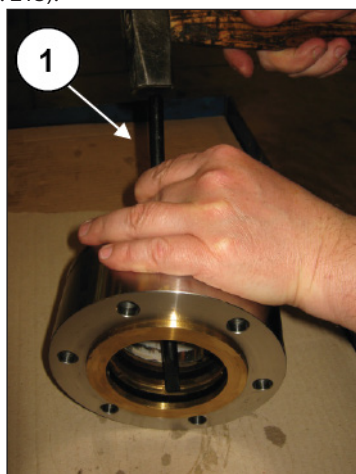
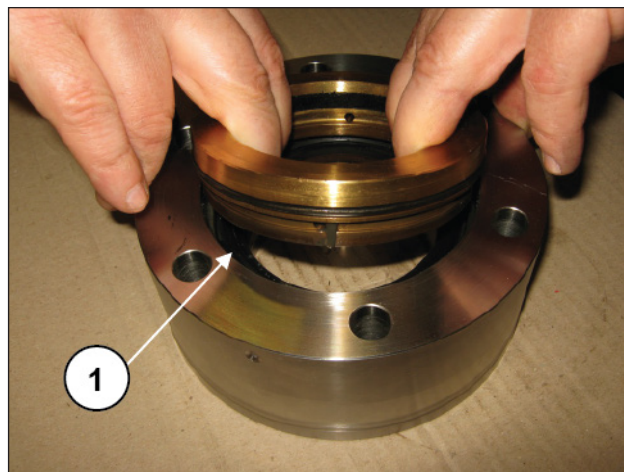

Fig. 212
Fig. 213
Com a ferramenta em material plástico e mecanismo de percussão, extraia e desmonte o suporte do vedante (pos. ①, Fig. 212 e Fig. 213).